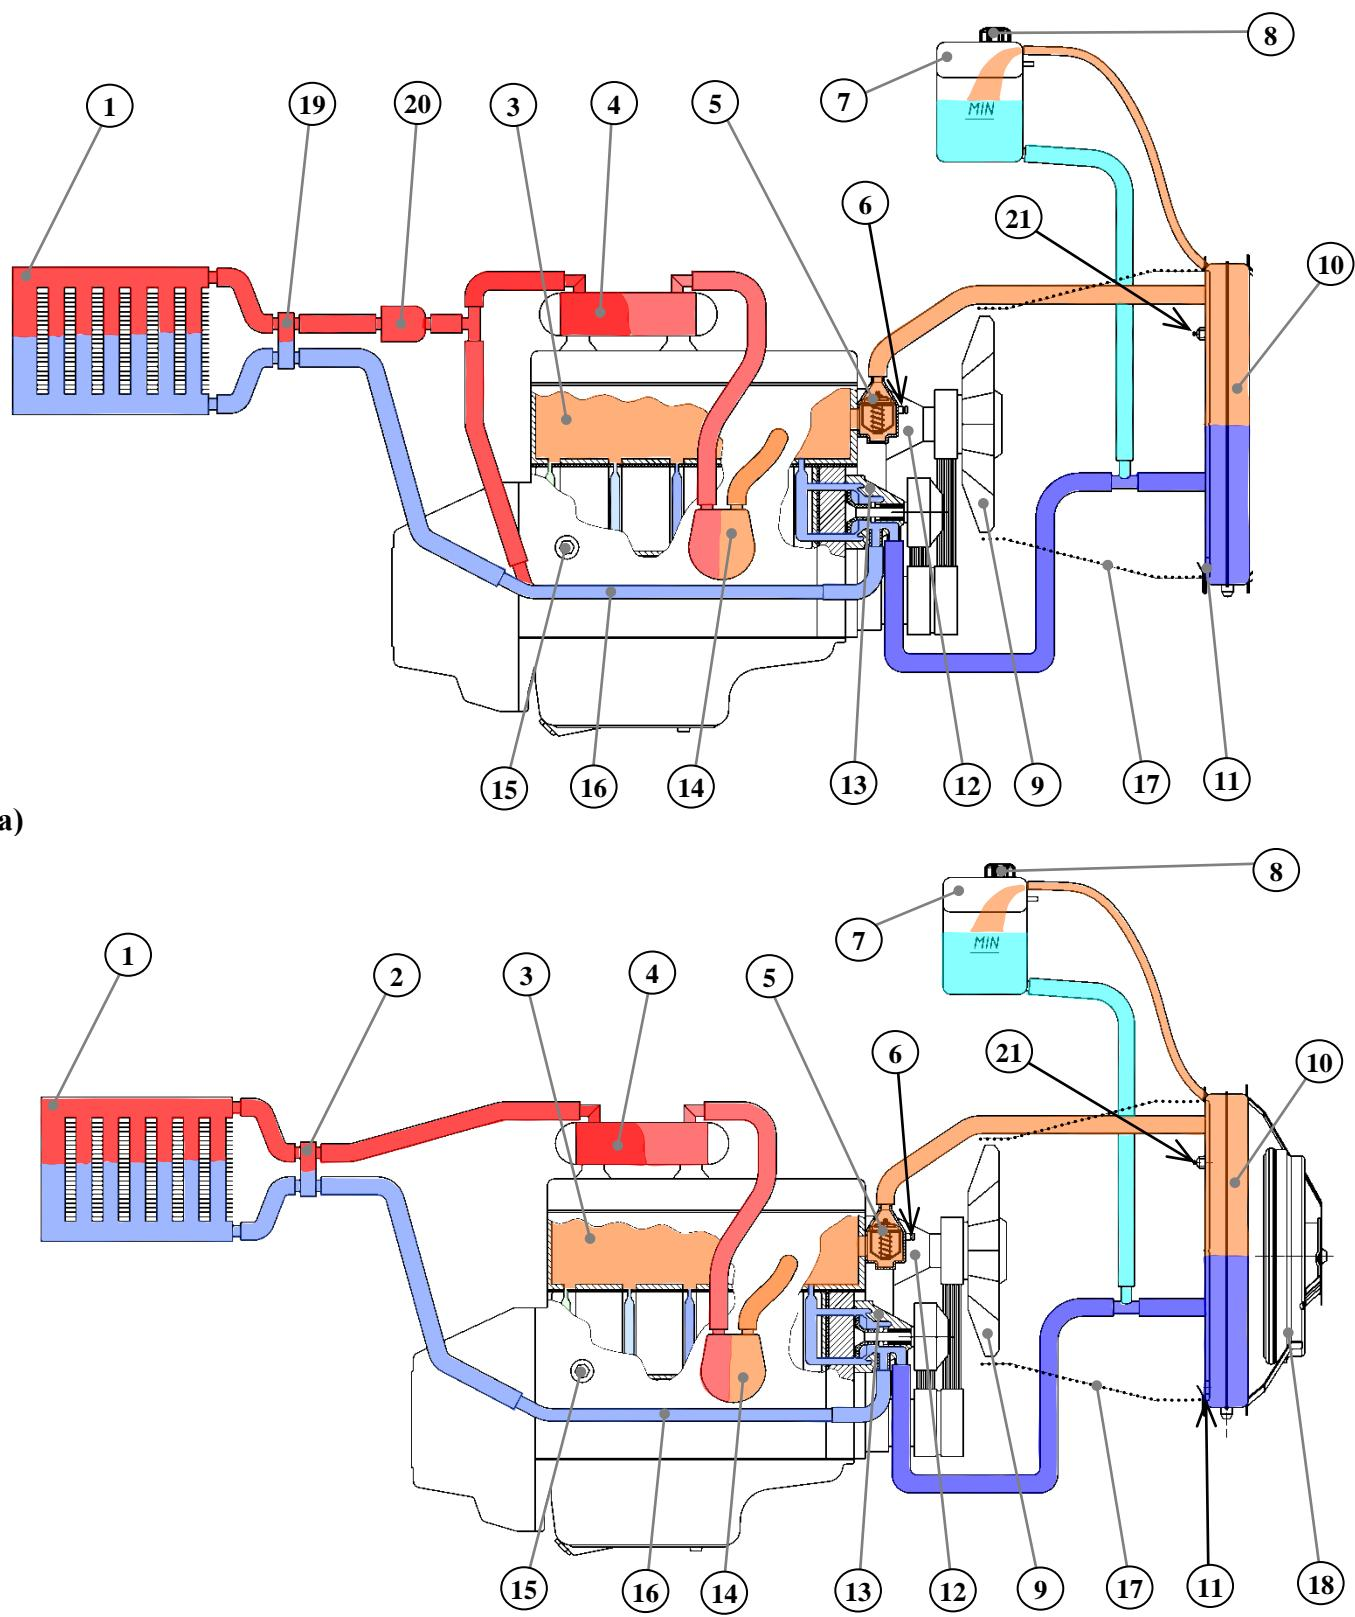

Рис. 38. Схемы систем охлаждения двигателей на автомобилях УАЗ-315148 (а) и УАЗ-31638 (б):
**Система охлаждения** (рис. 38) – жидкостная, закрытая, с принудительной циркуляцией охлаждающей жидкости.
На холодном двигателе пружина 6 прижимает клапан 1 к седлу, и циркуляция жидкости осуществляется по малому кругу через жидкостно-масляный теплообменник (ЖМТ) и охладитель рециркулируемых газов (ОРГ). На автомобилях семейства УАЗ Патриот ОЖ из ОРГ подается в радиатор отопителя салона и из него через трубку отопителя во всасывающую полость водяного насоса, а затем в двигатель, минуя радиатор (рис. 38б). На автомобилях УАЗ Хантер ОЖ из ОРГ подается через трубку отопителя во всасывающую полость водяного насоса, а затем в двигатель, минуя радиатор (рис. 38а). Для подачи ОЖ в радиатор отопителя салона необходимо открыть кран отопителя и включить дополнительный электрический водяной насос.